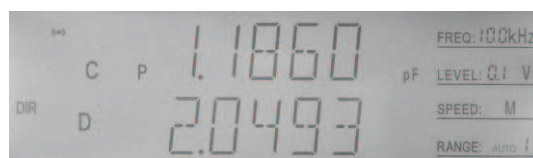

Figura 4-1 Test status
- 2) El equipo realiza un auto-test y queda listo para realizar medidas, tal y como muestra la figura 4-1.